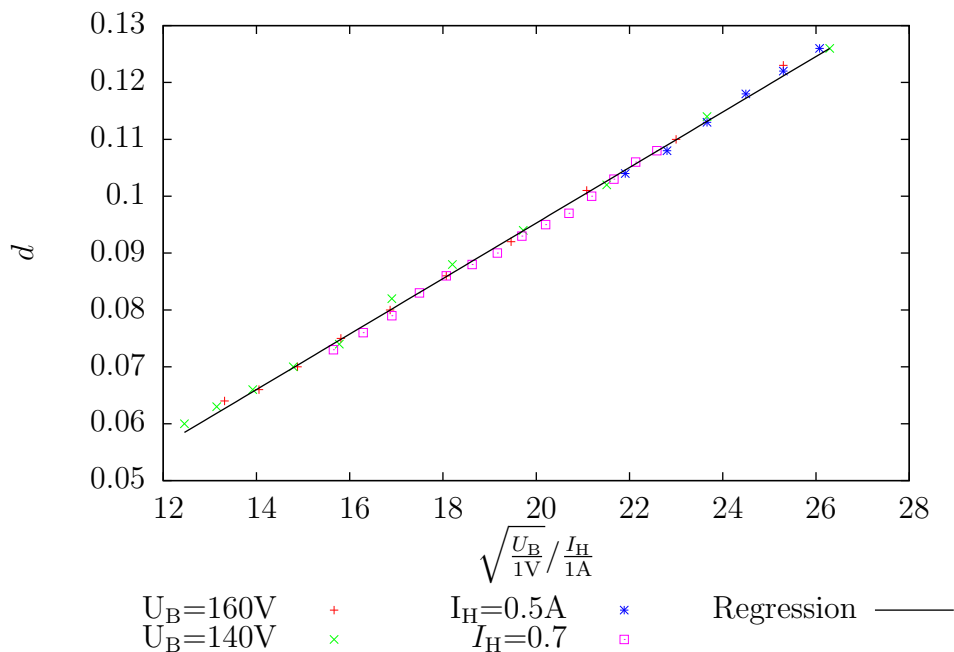

Abbildung 1: Durchmesser des Kreises gegen $\sqrt{\frac{U_B}{I_H}}$
In Abb. 1 erkennt man einen linearen Zusammenhang. Dieser sollte sich auch nach Gleichung (7) ergeben.